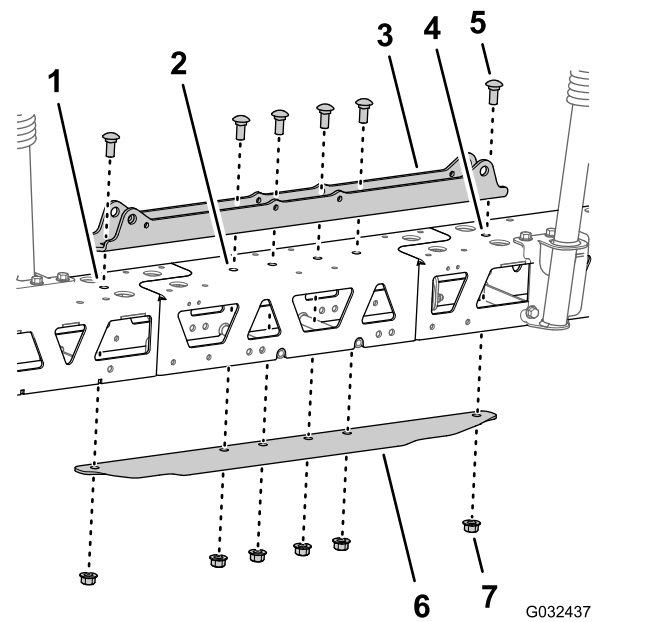

Bild 53
5. Fluchten Sie die Löcher in der Zylinderbefestigung mit den Löchern an der Mittellinie des Trägerrahmens und der mittleren Auslegersektion aus (Bild 53).
6. Setzen Sie die Verbindungsplatte in den Trägerrahmen und die mittlere Auslegersektion ein und fluchten Sie das Loch in der Verbindungsplatte mit den Löchern an der Mittellinie der Trägerrahmen und der Auslegersektion aus (Bild 53).
7. Bauen Sie die Zylinderbefestigung, die Träger, die mittlere Auslegersektion und die Verbindungsplatte mit den zwei Schlossschrauben (1/2" x 1-1/4") und den zwei Sicherungsbundmuttern (1/2"), die Sie in Schritt 2 in Entfernen der Träger des mittleren Sprühabschnitts \(Seite 25\) entfernt haben, und den vier Schlossschrauben (1/2" x 1-1/4") und den vier Sicherungsbundmuttern (1/2") vom Finishingkit für das GeoLink-Sprühsystem (Bild 53) zusammen.